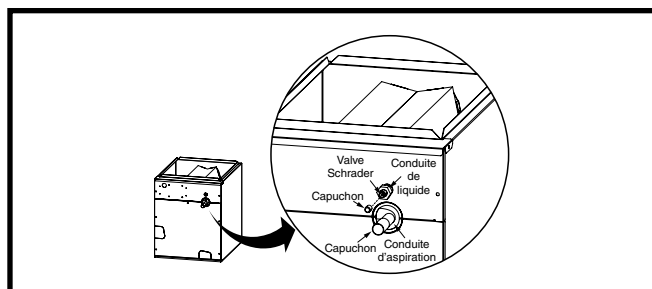

Figure 1. Emplacement des conduites de succion et de liquide
- Retirez le capuchon du bout de la conduite de liquide. Voyez la Figure 1.